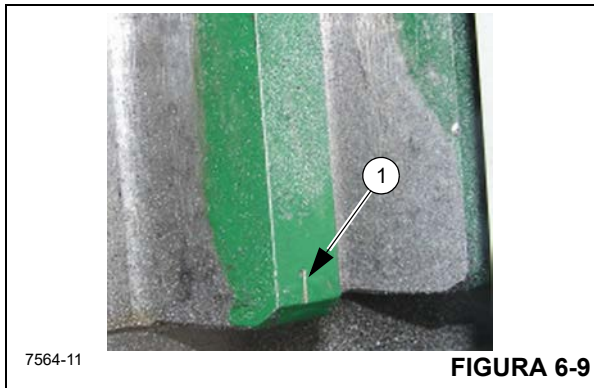
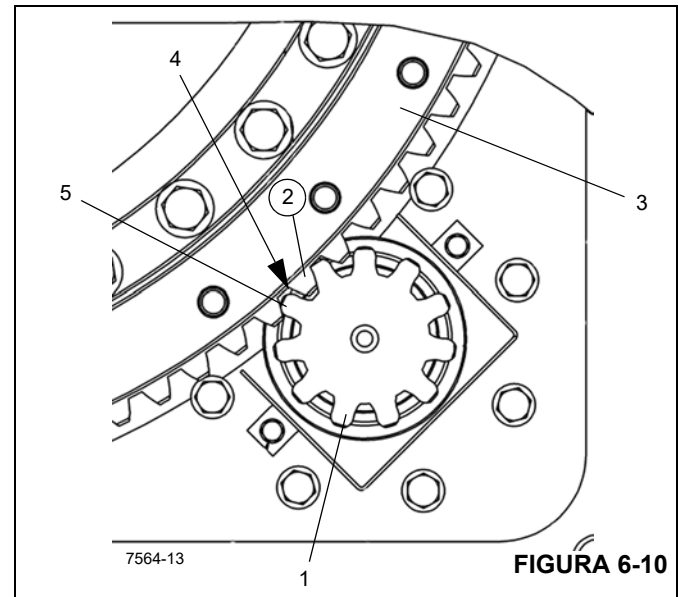

FIGURA 6-9
FIGURA 6-10
6. Instale o pinhão de acionamento do giro (1, Figura 6-10) de modo que a os dentes de engrenagem do pinhão de acionamento estejam alinhados com o dente (2) do ponto superior (excentricidade máxima) no rolamento da torre (3).
como o ponto superior. Os dentes um e três são estampados (1, Figura 6-9) com uma marca de traço na parte superior e inferior do dente da engrenagem. Use estes três dentes de engrenagem ao instalar o acionamento de giro e verifique a folga mostrada na Figura 6-10.
7. Verifique a folga (4, Figura 6-10) com um calço de 0,203 mm (0.008 pol.) de espessura entre o dente da engrenagem do pinhão de acionamento (5) e dente de engrenagem de ponto alto (excentricidade máxima) (2) no rolamento da torre.
NOTA: Se um novo rolamento (3, Figura 6-10) estiver sendo instalado, uma nova engrenagem de pinhão (1) também deve ser usada.